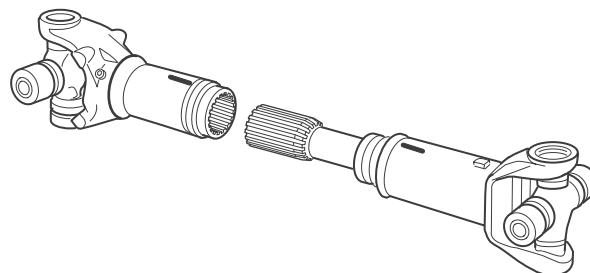

Figura 8.15
2. Tire y separe las secciones del yugo y del eje deslizante. Figura 8.15.